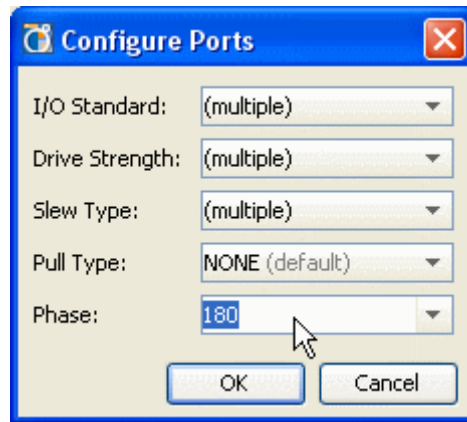

図 8-36 : [Configure Ports] ダイアログ ボックス
2. [I/O Ports]、[Package Pins]、または [SSN Results] ビューで [Configure I/O Ports] ポップアップメニュー コマンドを選択すると、[Configure Ports] ダイアログ ボックスが開きます (267 ページの図 8-36)。